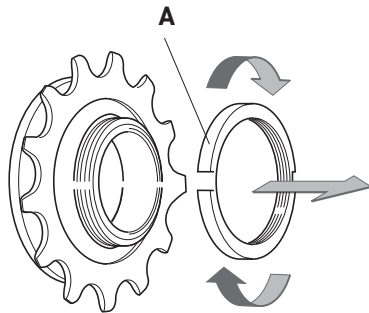

Fig. 10
- Rimuovete la ghiera (A - Fig. 10) dal mozzo svitandola in senso orario.